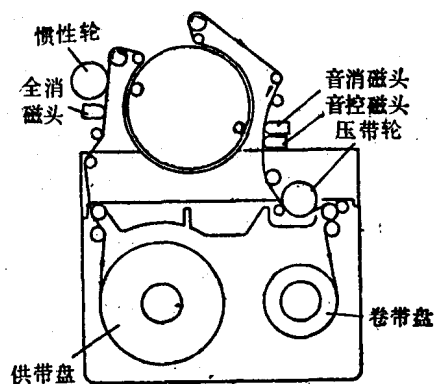

图 1—3 M 走带方式机
1. VHS 型录像机。VHS 亦称大 1/2 英寸录像机。这种机器磁带宽度为 1/2 英寸, 而磁带盒稍大些, 因而可储存较长的磁带, 最长播放时间达 6 小时。例如日本松下公司产的 NV—370、NV—450 等均属此种机。它们是两磁头, M 走带方式, 如图 1—3 所示。采用 “M” 字形磁带加载方式。场不分段, 高密度方位记录, 磁鼓直径为 6.2 厘米, 转速为 25 转/秒, 线速为 4.85 米/秒, 清晰度为 260 线。